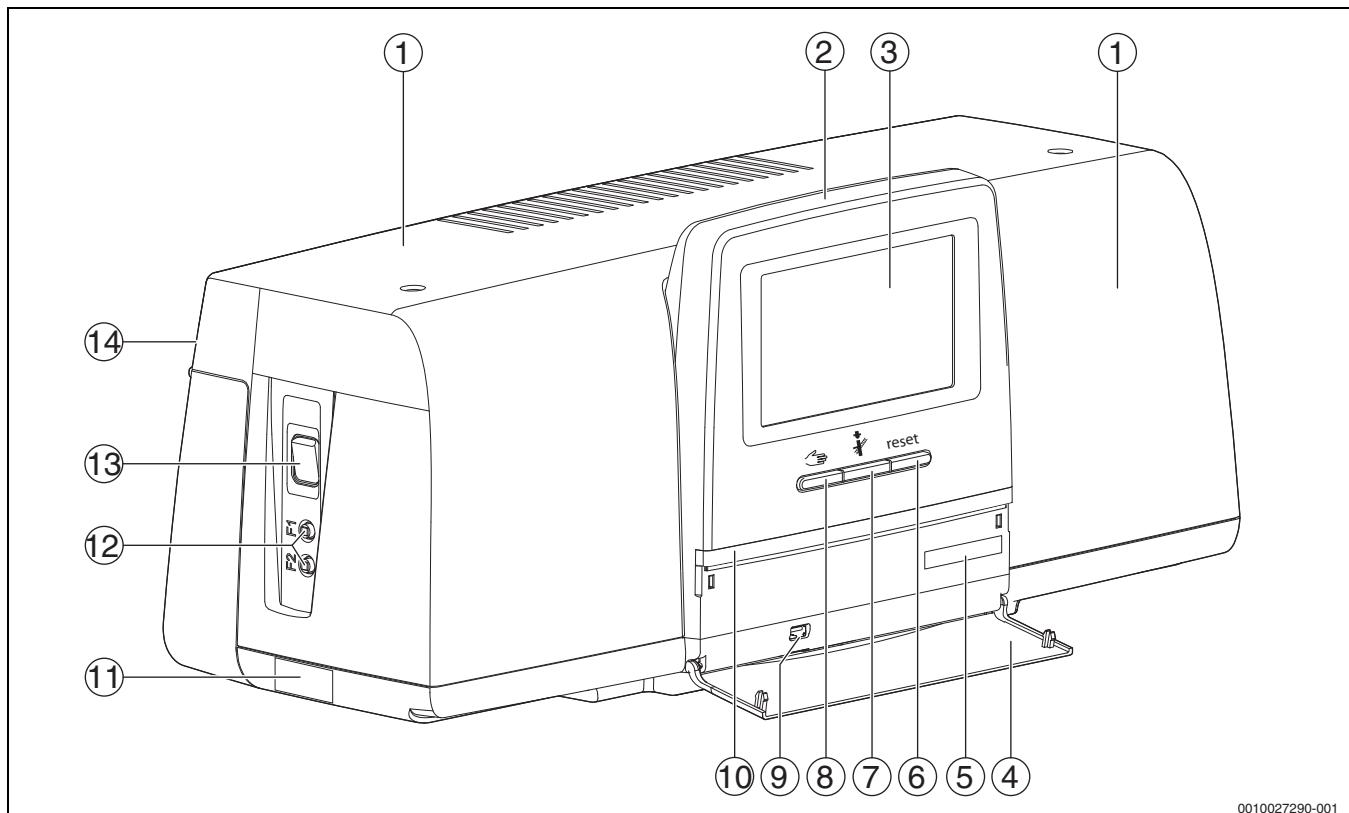

Рис. 8 Обзор системы управления и элементов управления
Состояние установки, функций и компонентов отображается с помощью индикатора состояния (→ рис. 14, [2], [6], стр. 16) и индикатора состояния LED (→ рис. 8, [10], стр. 12).
- Включите систему управления, нажав переключатель Вкл./Выкл. (→ рис. 8, [13], стр. 12). После инициализации системы управления или неиспользования дисплея в течение некоторого времени на нем появляется стандартная индикация.